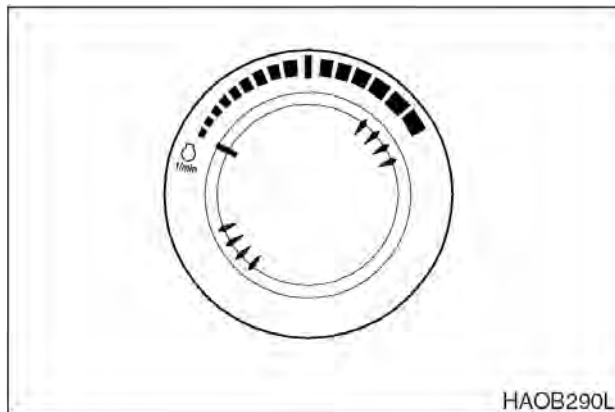

Рис. 19
1. Дать двигателю поработать на малых оборотах холостого хода **LOW IDLE** (без нагрузки) **5 минут** (рис.19).